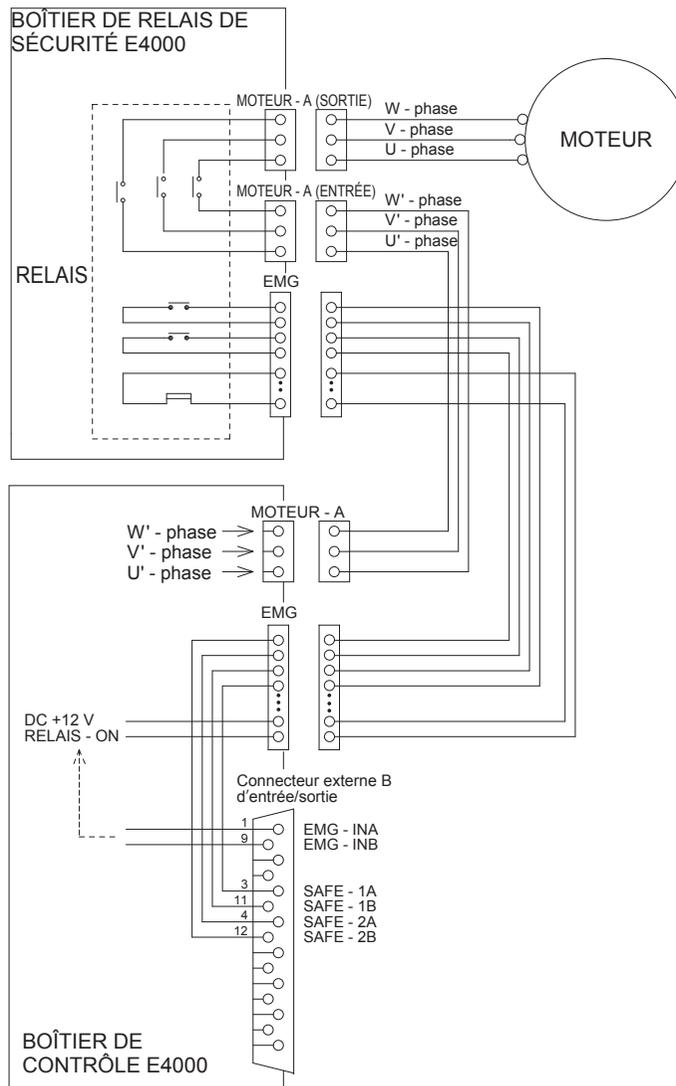

Fig. 35
- Si les contacts (NO) du relais de sécurité normalement ouverts se touchent à cause d'une surcharge ou d'un court-circuit, la séparation des contacts (NC) normalement fermés est maintenue avec un espace de plus de 0,5 mm par le mécanisme de recul du relais.
- Tension appliquée (V)  $\leq$  DC+30 V
- Référez-vous à la figure 35 pour les schémas de connexions.